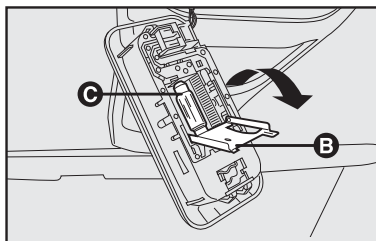

fig. 33
- Abra la tapa **B-fig. 33** en el sentido de la flecha;
- Sustituya la lámpara **C-fig. 33** ejerciendo una presión con la misma lámpara hacia el lado del resorte;
- Cierre la tapa **B-fig. 33**, presionándola;